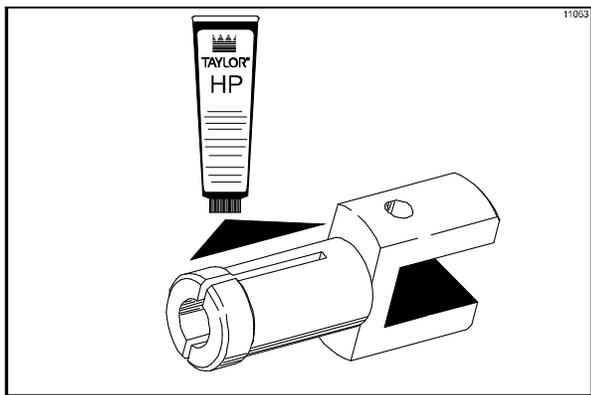

図118
8. ドライブスピナーの細い方の先端部にループを均等に塗布します(図118を参照)。